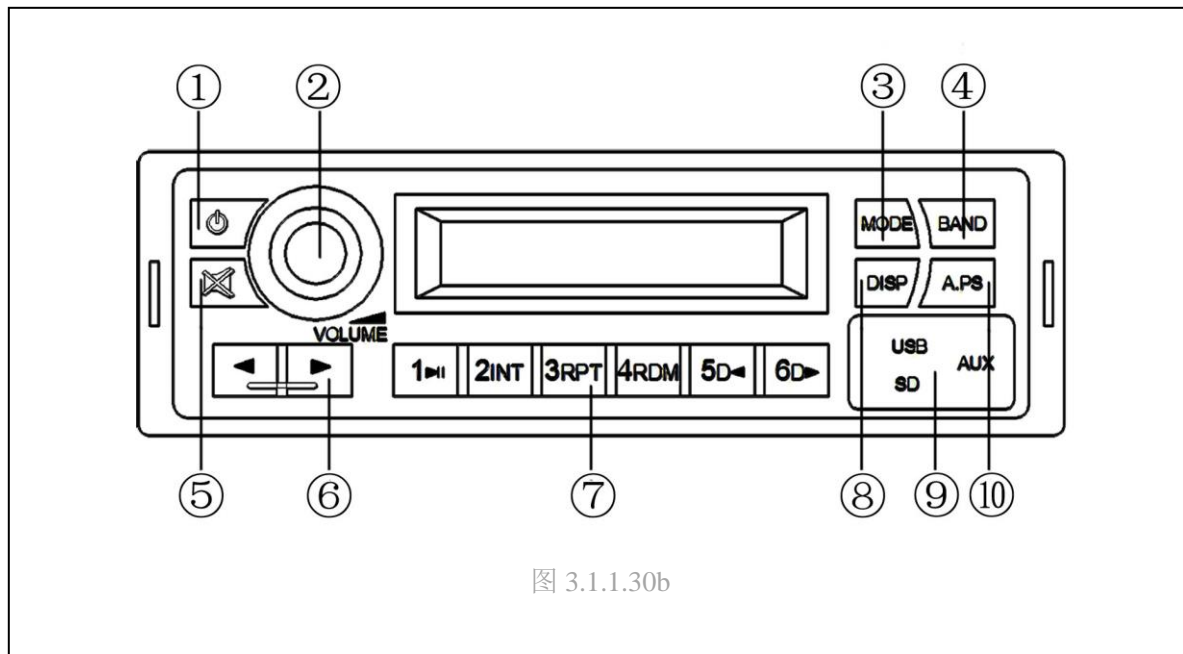

图 3.1.1.30b
2) 收放机 (T3plus 款见图 3.1.1.30b)
- ① 电源按键
- ② 音量控制旋钮
- ③ 模式键
- ④ 波段键
- ⑤ 静音按键
- ⑥ 手动调谐按键
- ⑦ 电台存储数字功能键及 MP3 播放复合功能键
- ⑧ 显示切换
- ⑨ 外输入接口仓
- ⑩ 自动搜索存储